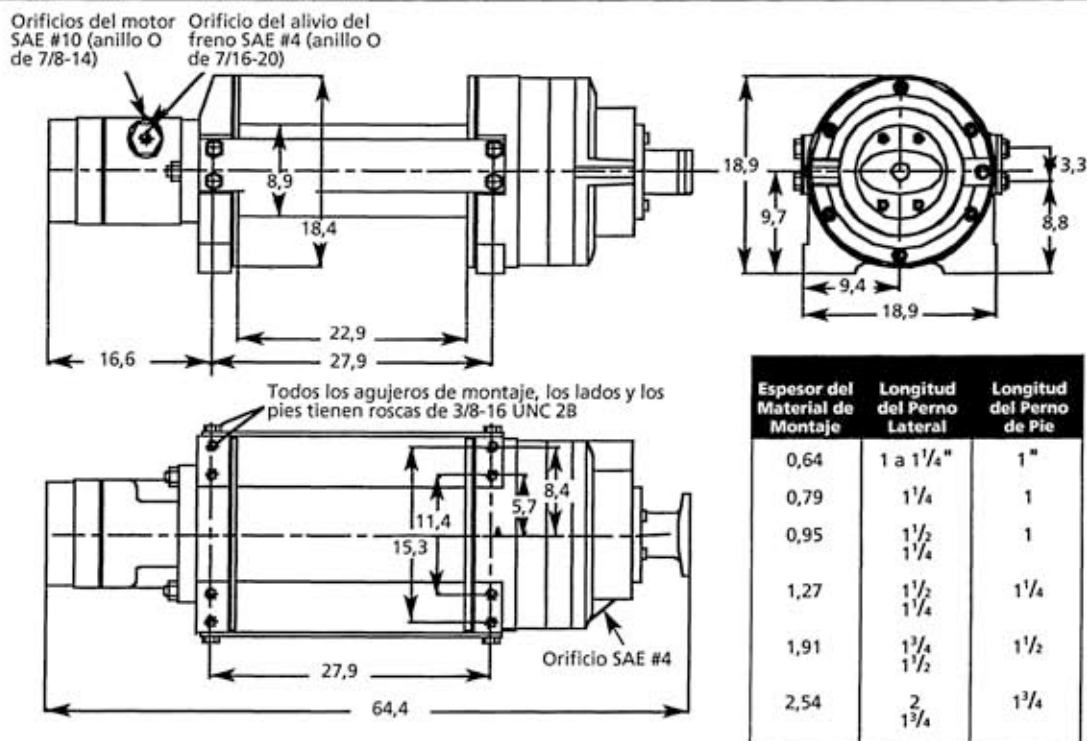

Figura 1
El cabrestante se puede montar en una placa plana, usando los agujeros roscados en la parte inferior de las piezas fundidas del cabrestante, o entre los rieles, usando los agujeros roscados en los lados de las piezas fundidas del cabrestante. Vea la Figura 1 para los tamaños y las ubicaciones de los agujeros.
2. Todos los sujetadores que se usen en el montaje del cabrestante deben ser de 3/8-16 UNC con una capacidad de resistencia de calidad 5 o superior. Todos los sujetadores que se usen en el montaje del cabrestante deben cumplir con las longitudes para el espesor del material que se enumeran en la tabla de longitud de los pernos (Vea la Figura 1).